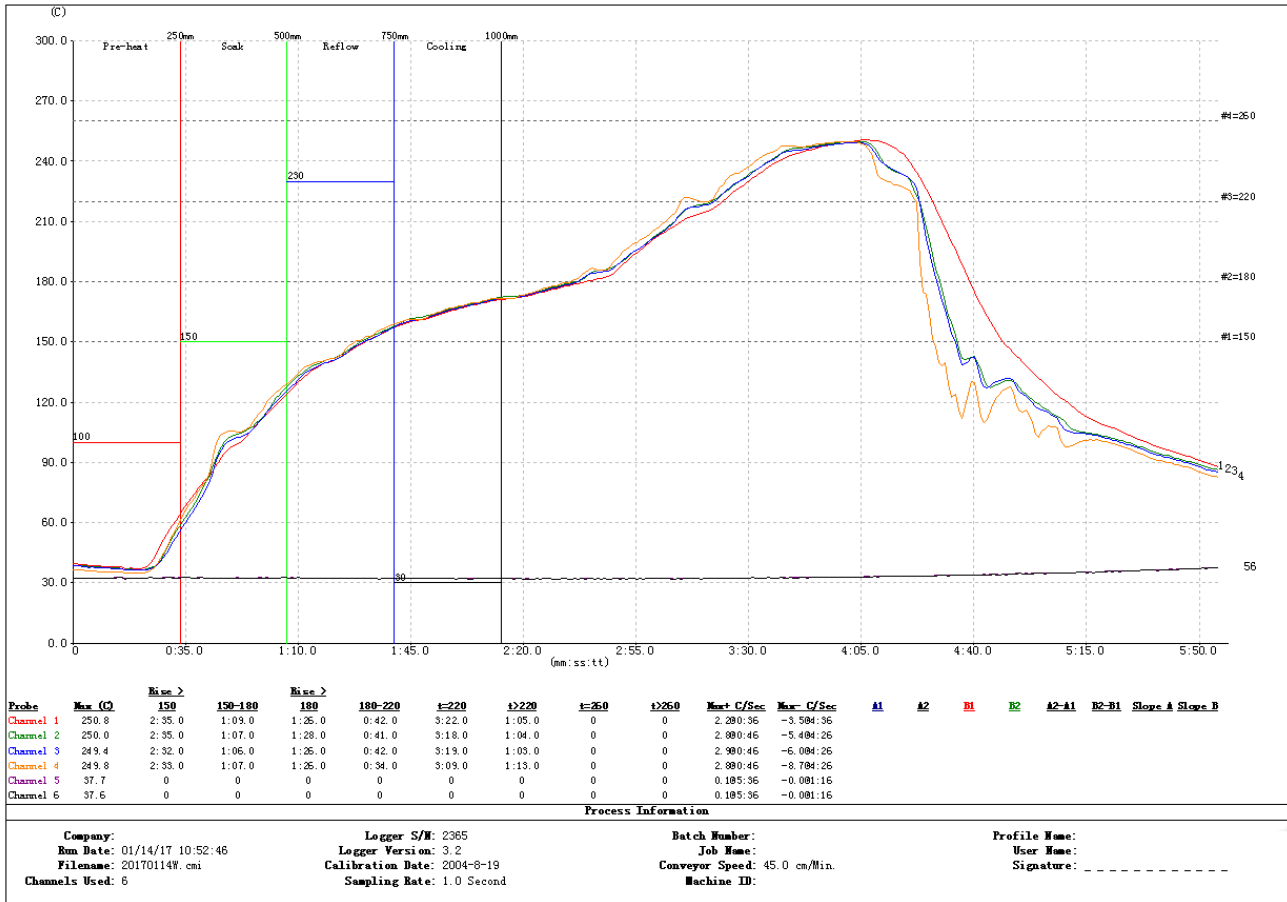

图 11 参考回流温度曲线
- 庆科出厂的模块存储条件如下（存储环境如 5.4 节图 11 所示）：